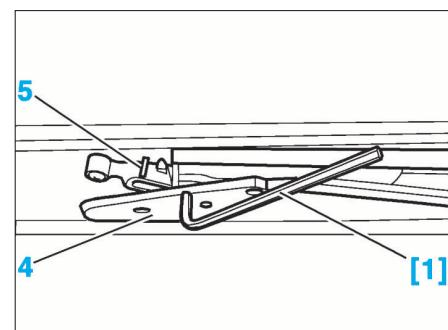

FIG. 59
- Mettre les mécanismes (4) et (5) au point zéro (Fig.59) :
- avancer la coulisse (5) contre la butée avant
- amener le chariot (4) de façon à aligner les trous ($\varnothing 3$ mm) des deux mécanismes